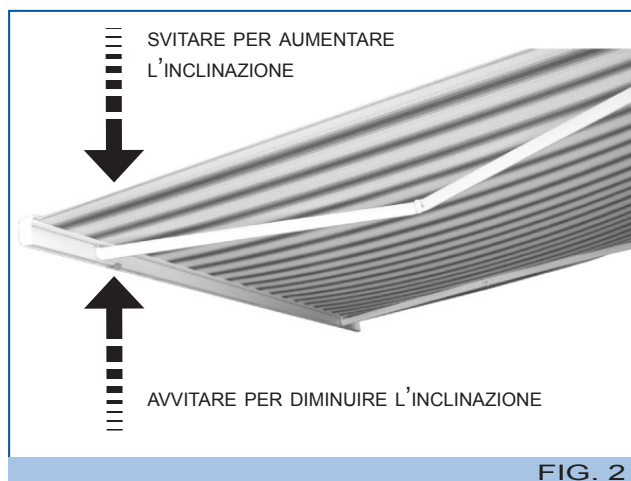

FIG. 2
- 1° A tenda aperta, registrare la vite (C) fig.1 con una chiave a brugola da 6mm fino ad ottenere la pendenza desiderata (vedi fig.2).